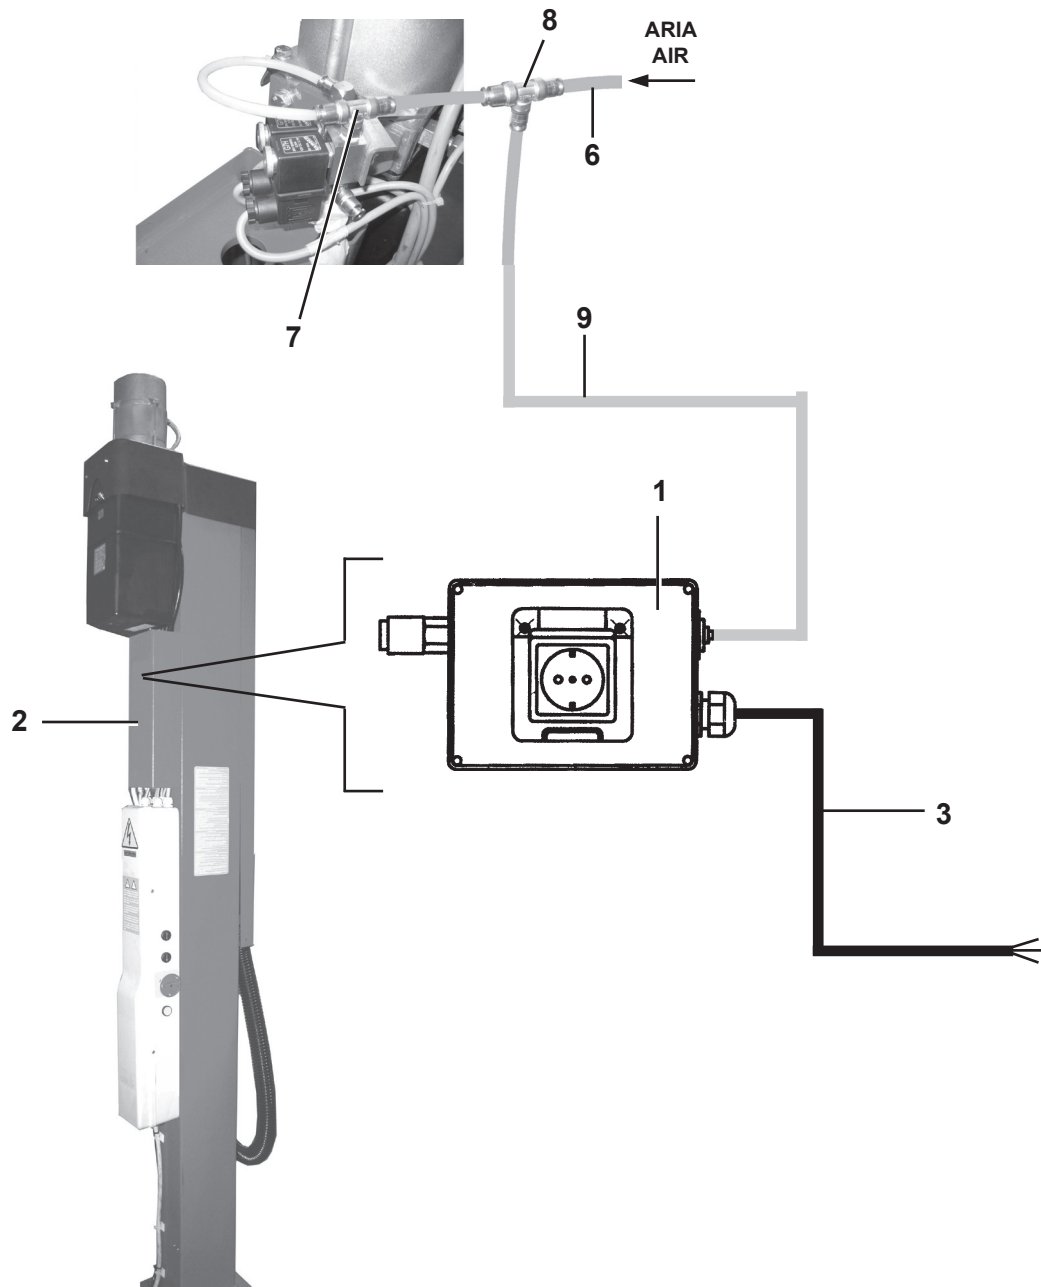

Fig.30
- Fissare la scatola (1 Fig.30) del kit di distribuzione corrente elettrica + aria compressa al carter (2) tramite le apposite viti;
- Tagliare il tubo pneumatico (6) in prossimità del raccordo (7) ed inserire il raccordo pneumatico a "T" (8), montato sul tubo (9) del kit energia.
- Secure box (1 Fig.30) from power supply kit + compressed air to cover guard (2) using the special screws;
- Cut air line (6) at fitting (7) and fit the Tee-fitting (8), mounted on pipe (9) of the energy kit.
- Den Kasten (1 Abb. 30) des Strom- und Druckluftverteilerkits mit den entsprechenden Schrauben an der Abdeckung (2) befestigen.
- Die Druckluftleitung (6) nahe am Anschluss (7) zuschneiden und den pneumatischen T-Anschluss (8), der an der Leitung (9) des Kits Energie montiert ist, einfügen.
- Fixer la boîte (1 Fig. 30) du kit de distribution du courant électrique + air comprimé au carter (2) au moyen des vis appropriées;
- Couper le tuyau pneumatique (6) à proximité du raccord (7) et introduire le raccord pneumatique en "T" (8), monté sur le tuyau (9) du kit énergie.
- Fijar la caja (1 Fig. 30) del kit de suministro corriente eléctrica + aire comprimido a la protección (2) mediante los tornillos específicos;